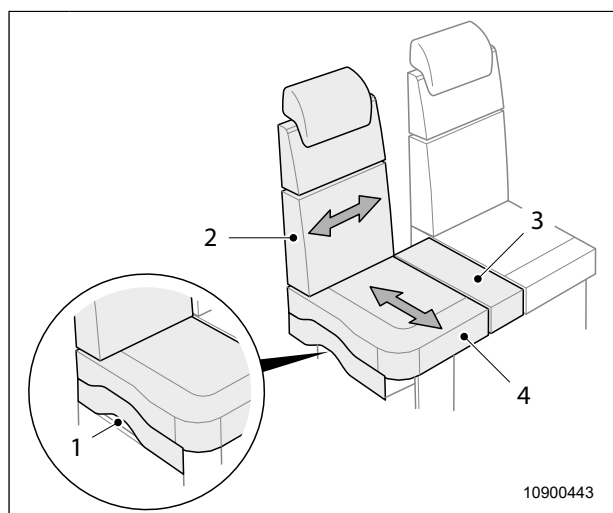

Fig. 21 Sittbänk
1. Ta tag i öppningen (Fig. 21, pos. 1) och dra handtaget uppåt.
2. Skjut sitsen (Fig. 21, pos. 2) i riktning mot fordonsgången.
3. Kläm fast kompletteringsdynan (Fig. 21, pos. 3) mellan sätena.
1. Ta bort kompletteringsdynan (Fig. 21, pos. 3).
2. Ta tag i öppningen (Fig. 21, pos. 1) och dra handtaget uppåt.
3. Skjut tillbaka sitsen (Fig. 21, pos. 2).
1. Lyft sittytans sittdyna (Fig. 21, pos. 4).